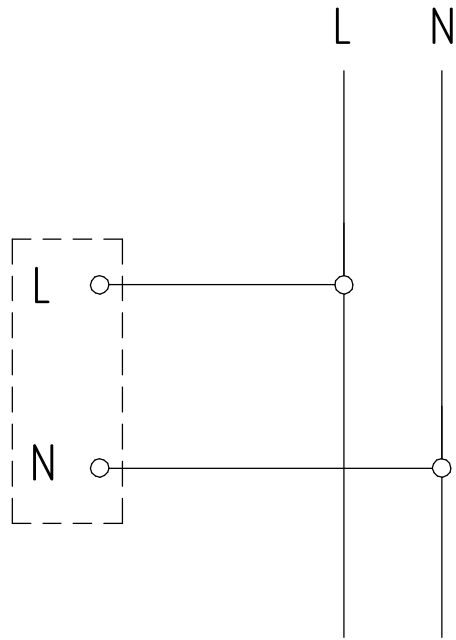

Рисунок 7 - Схема подключения светильника ДВО60 к сети
5.3.2 Протянуть через отверстие в потолке сетевые провода и подключить к контактными клеммам источника питания светильника согласно схеме (рис. 7).